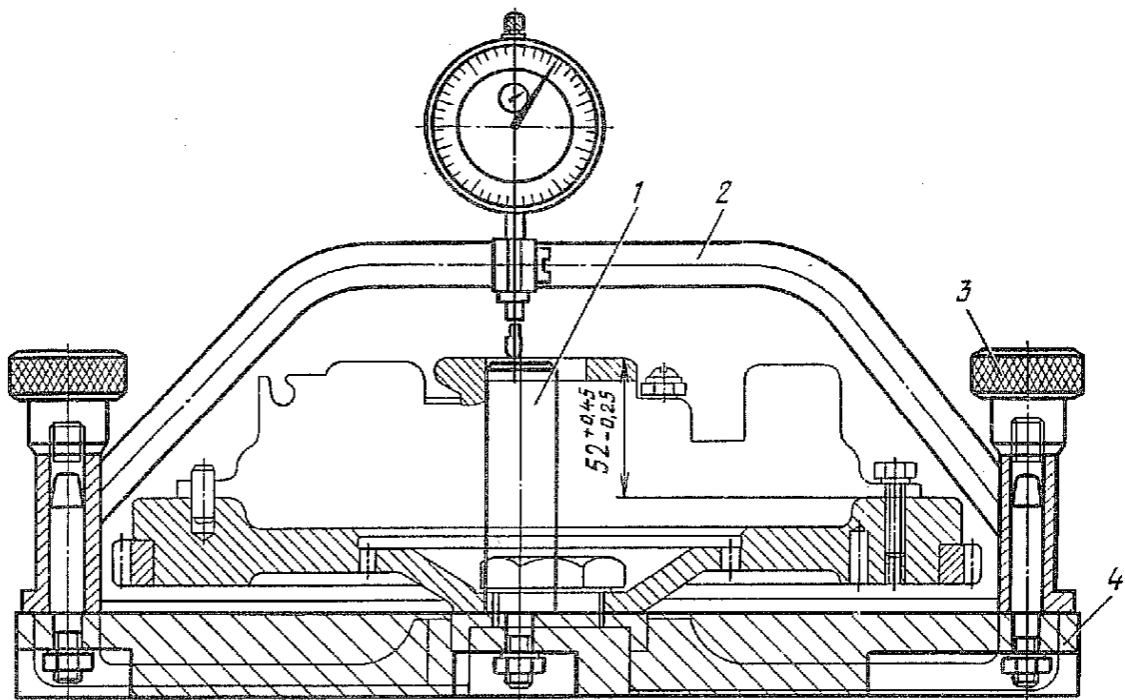

Рис. 51. Приспособление для регулировки положения пяты сцепления:
2.4.1. Установить переключку 2 (рис. 51) на установочную плиту 4, вставить в отверстие плиты контрольную стойку 1. Установить на переключку 2 индикатор так, чтобы ножка индикатора упиралась в контрольную стойку, большая стрелка индикатора установилась на цифре ноль, а малая — на цифре один.
2.4.2. Отвернуть зажимные гайки 3 (рис. 51) и снять переключку 2 с индикатором с установочной плиты 4.